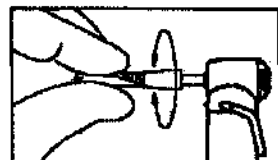

Рис. 2
- 2) Слегка поверните бор, чтобы он до конца установился в запином механизме. (Рис.2)